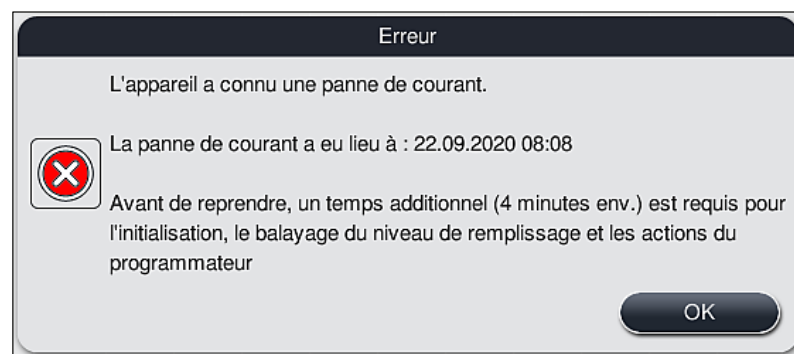

Fig. 108
- ① Le premier message d'information après le redémarrage automatique de l'appareil avertit l'utilisateur de la durée de la coupure de courant (→ "Fig. 108"). Confirmer le message d'information en appuyant sur la touche **OK** pour recevoir les instructions supplémentaires en vue de poursuivre le processus de coloration.